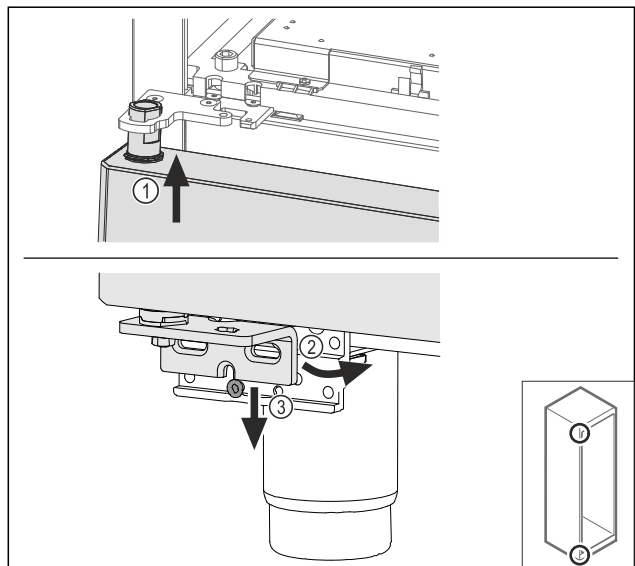

Fig. 68
- Lehce naklopená dvířka zasuňte nahoře Fig. 68 (1), dvířka narovnejte Fig. 68 (2) a nasadte je dole na šroubu stojanu ložiska Fig. 68 (3).